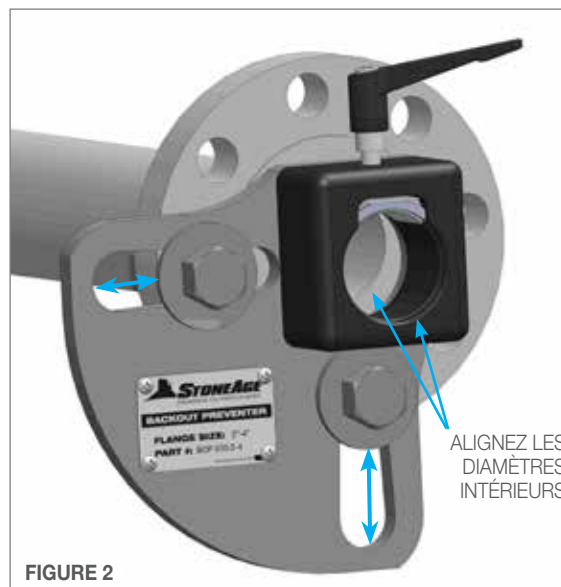

FIGURE 2
2. Réglez la fixation quart de rond sur bride en la faisant glisser le long des fentes pour centrer le diamètre intérieur de la pince articulée sur le diamètre intérieur de la canalisation. Serrez toute la visserie pour la maintenir en position. **(Figure 2)**
2. Alignez les lumières ou trous prépercés dans l'ensemble de trous sur la bride. Réglez la plaque de fixation sur bride en la faisant coulisser le long des lumières pour centrer le diamètre intérieur de la pince articulée sur le diamètre intérieur de la canalisation. Serrez toute la visserie pour la maintenir en position. **(Figure 2)**
2. Tirez l'excédent de sangle par le treuil et serrez à fond par la poignée à boule. **(Figure 2)**
2. Desserrez la poignée réglable sur la pince articulée BOP 070 pour accéder aux quatre vis à chapeau à tête creuse. Positionnez le côté du bloc de virole BOP 030 sur les quatre trous taraudés. Orientez la pince articulée avec la charnière vers la droite. Fixez la pince articulée sur le bloc de virole à l'aide des 4 vis à chapeau à tête creuse fournies. **(Figure 2)**